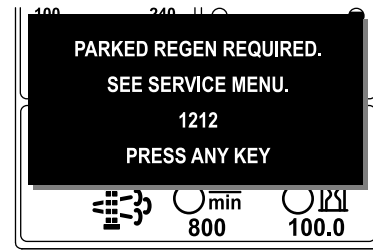

Bild 47
- Eine geparkte Regenerierung ist erforderlich, ADVISORY #1212 (Bild 47)